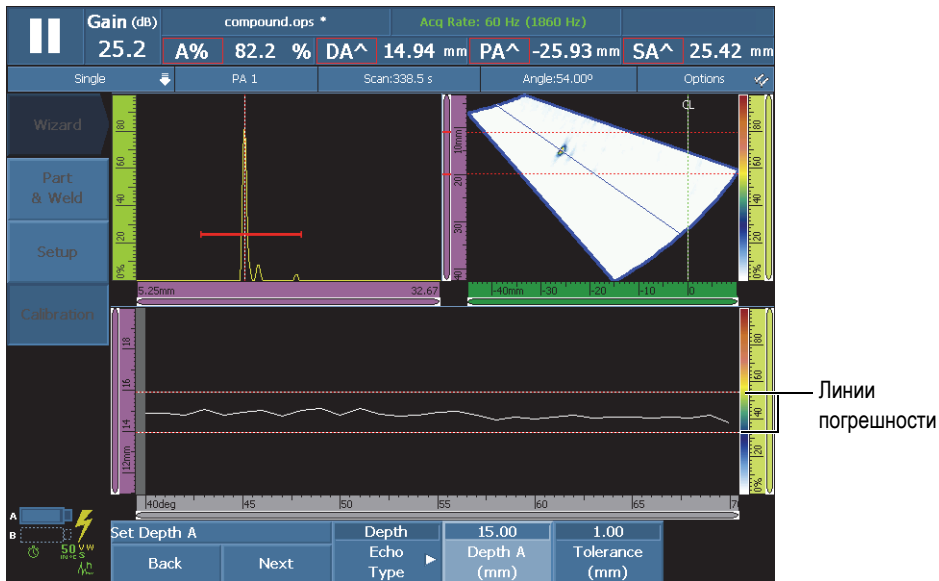

Рис. 5-9 Построение огибающей для калибровки задержки призмы
- a) Перемещайте ПЭП вперед-назад по калибровочному образцу над отражателем, для построения на экране огибающей (см. Рис. 5-9 на стр. 144).